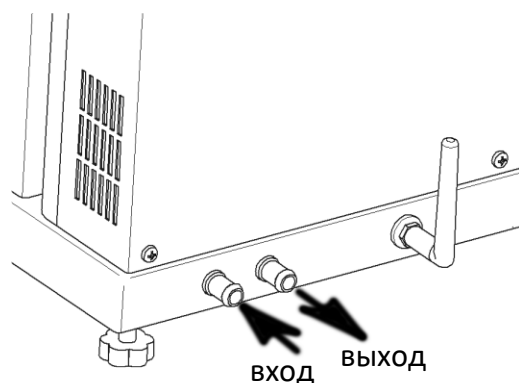

Рисунок 9 - Подключение хладагента
4.4.4.2 Подключить к аппарату хладагент (параметры хладагента указаны в таблице 2 на странице 3) (рисунок 9).